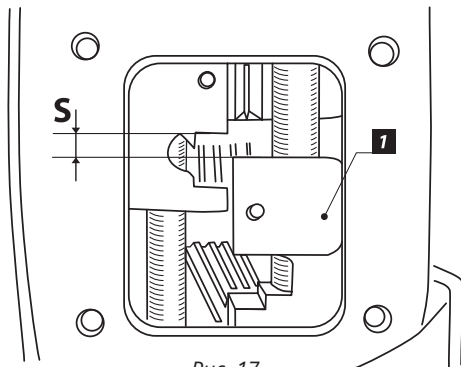

Рис. 17
3. Проверьте величину **S** (Рис. 17), она должна составлять минимум 4 мм (если меньше, то доработайте торец вилки [1]).